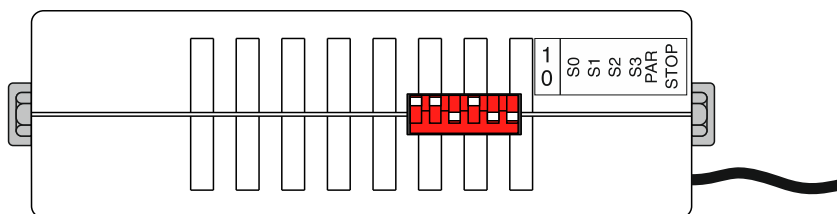
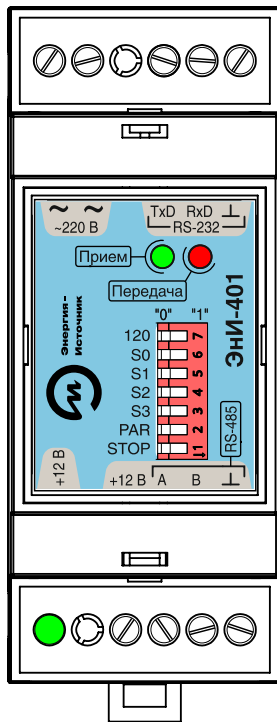

Рисунок 3 — Установка скорости преобразователя и формата посылок
Рисунок 4 — Установка скорости преобразователя и формата посылок
9.1 Установка скорости обмена данными и формата посылки для преобразователей ЭНИ-401-01 осуществляется посредством переключателей на боковой панели (см. рисунок 3), ЭНИ-401-DIN — посредством переключателей на лицевой панели (см. рисунок 4):